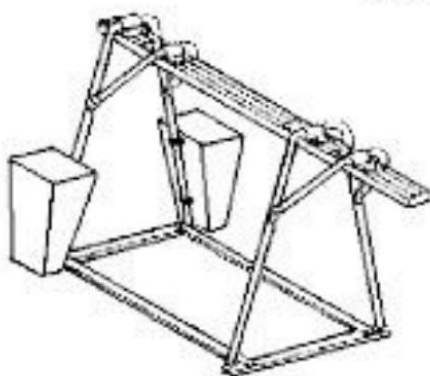

FIG. 6 — Mise en place des bacs à contrepoids
- 6) Introduisez dans chaque bac 153 kg de contrepoids, pour une masse globale de 306 kg, avec support sur chevalet de capacité maximale 300 kg. Fermez ensuite les bacs avec couvercle et cadenas (voir FIG. 6). Il est absolument interdit de remplir les bacs à contrepoids avec un matériau liquide.